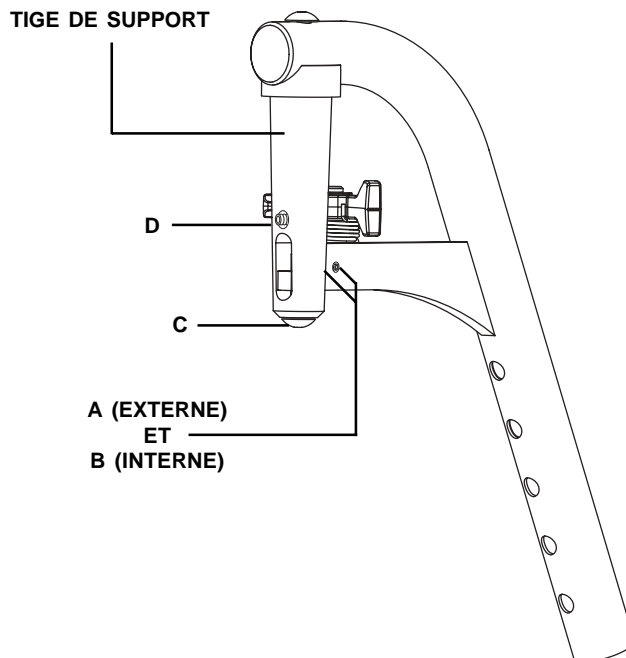

Fig. 17. Tige de support repose-jambes rétractable
1. Utilisez une clé hexagonale de 2-mm pour tourner la vis de réglage extérieure (A) dans le sens opposé à l'horaire. Voir la figure 17.
2. Tournez la vis intérieure (B) dans le sens horaire jusqu'à ce qu'elle fasse contact avec la vis extérieure. Ceci bloquera la vis extérieure en place.